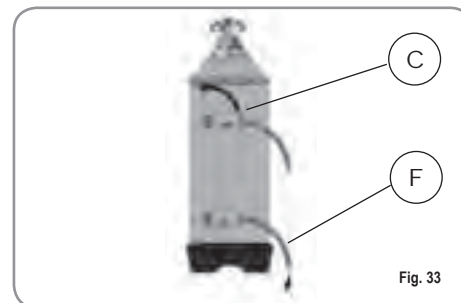

Fig. 33
- 2) Rimettere il tappo e riposizionare la leva C verso sinistra (Fig. 33), lasciando scaricare l'acqua salata dal tubo F finché non ritorni dolce (circa 1/2 ora).